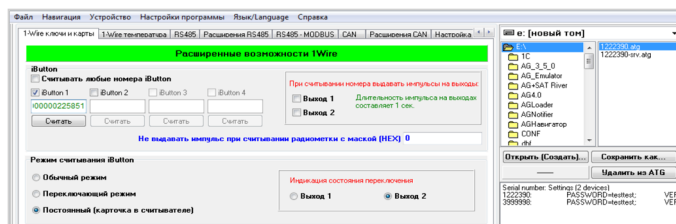

Рис.39. Настройка шины 1-Wire контроллера АвтоГРАФ
- Если же в настройках контроллера заранее заданы номера карт (до 4 номеров), то контроллер будет регистрировать подключение только этих номеров. Другие карты будут игнорироваться. Для того чтобы занести номер карты в настройки контроллера (Рис.39):